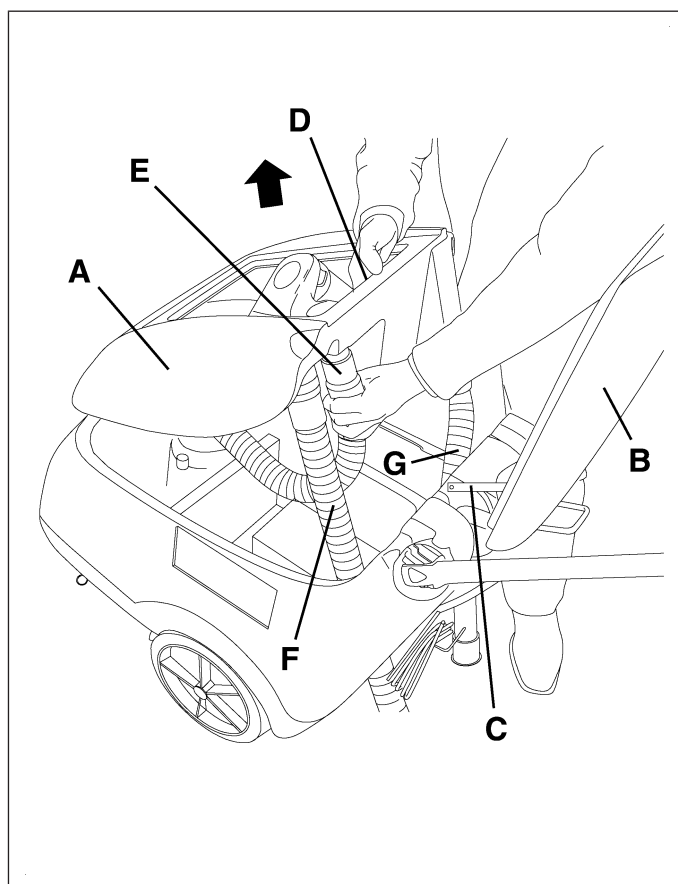

Figure 23
Pour contrôler ou charger les batteries ou pour d'autres opérations, il peut être nécessaire de déposer le réservoir de l'eau de récupération (A, Fig. 23) en procédant comme suit.
1. Vider le réservoir (A, Fig. 23) en procédant comme indiqué au paragraphe spécifique.
6. Ouvrir le couvercle (B, Fig. 23) et insérer le support (C) du couvercle.
7. Saisir le réservoir de l'eau de récupération (A, Fig. 23) dans la zone (D) et le soulever légèrement, comme indiqué dans la figure.
8. Déconnecter le tuyau d'aspiration (E, Fig. 23) du réservoir, puis déposer le réservoir (A) avec les tuyaux (F) et (G).
2. Débrancher les bornes négatives des batteries après avoir déposé le réservoir de l'eau de récupération (A, Fig. 23), comme indiqué au paragraphe précédent.
3. Reposer le réservoir de l'eau de récupération (A, Fig. 23).